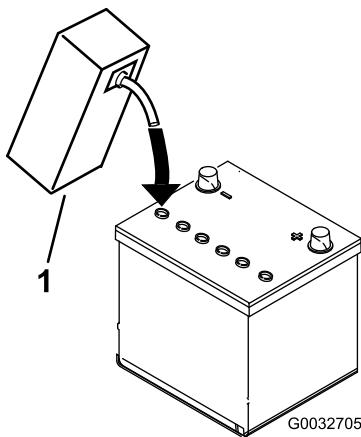

Figura 7
- Encha cuidadosamente cada célula com eletrólito até as placas estarem cobertas com cerca de 6 mm de fluido (Figura 7).
4. Aguarde aproximadamente 20 a 30 minutos para que as placas fiquem embebidas em eletrólito. Se necessário, volte a colocar eletrólito até ficar cerca de 6 mm acima do fundo do depósito de enchimento (Figura 7).